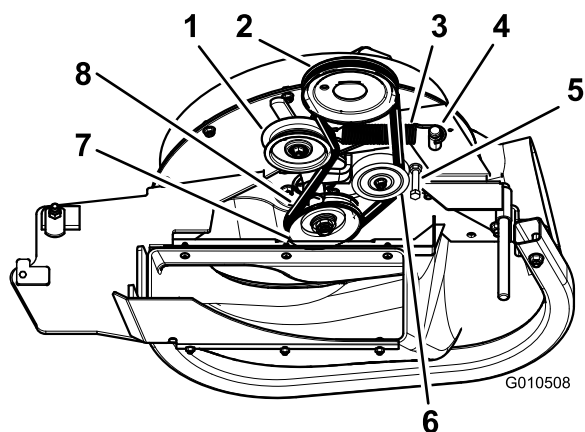

Figure 13
2. En cortacéspedes de 122 cm y 132 cm (48" y 52"), afloje la guía de la correa (Figure 13).
3. Instale la correa alrededor de la polea del soplador y de la polea tensora fija (Figure 13).